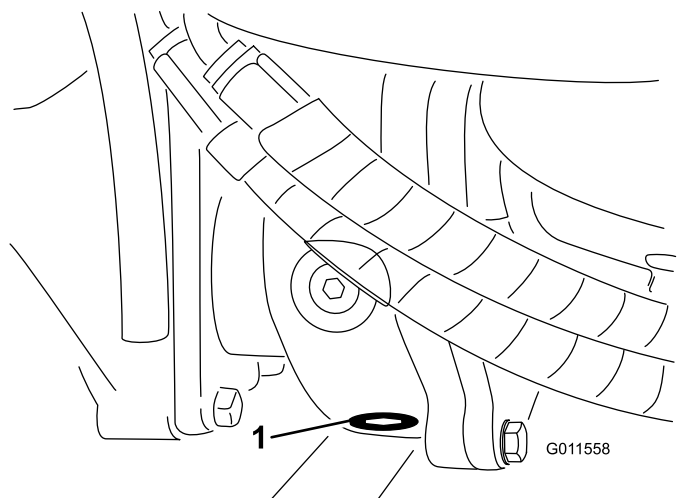

Figure 92
5. Nettoyez la surface autour du bouchon de vidange au bas du boîtier d'engrenages (Figure 92).